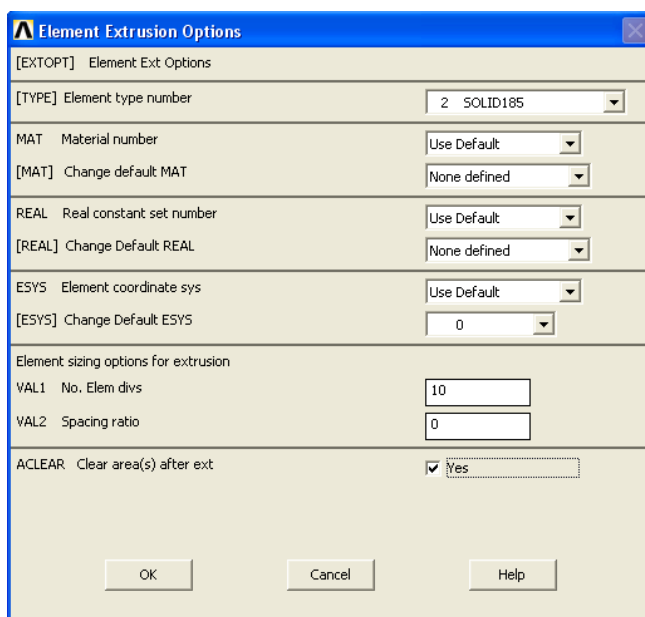

Рис. 9.5. Опции для создания объемной сетки
6) Вытяните поверхность вдоль оси Z, при этом задайте опции для создания объемных элементов (рис. 9.5.):